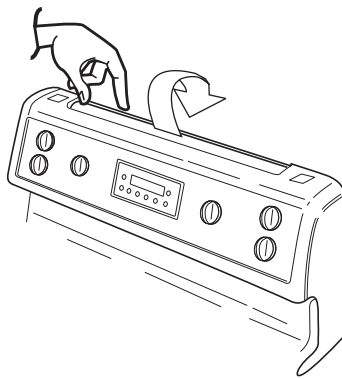

Figure 2
3. Faites tourner le tube de 90° et tirez-le vers le haut hors des réceptacles (**figure 2**).